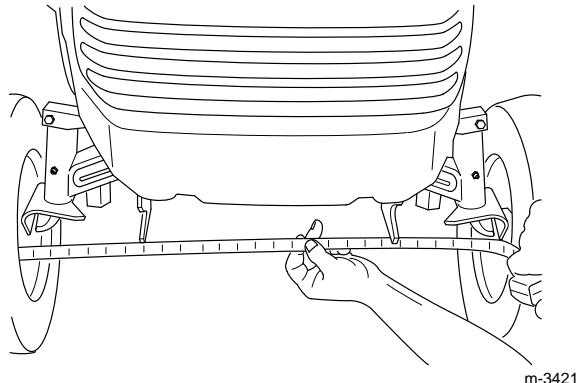

Figure 43
Le maintien d'un pincement correct des roues avant est important pour la sécurité, le ralentissement automatique Smart Turn™ dans les tournants et la facilité d'emploi. Un réglage peut être nécessaire si les pneus s'usent de manière irrégulière, s'ils abîment la pelouse ou si la direction est dure. Contrôler le pincement toutes les 100 heures de service ou une fois par an, selon ce qui se présente en premier (Fig. 43).
4. Mesurer la distance entre les deux pneus avant à la hauteur des fusées, à l’avant et à l’arrière des roues (Fig. 43).